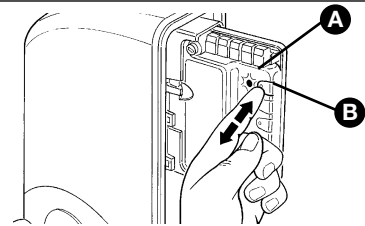

Figura 72
- 2 Presione el botón P1 (Figura 72) en la central una cantidad de veces equivalente al mando deseado, según la siguiente tabla:
1 Presione y mantenga apretado el botón P1 [B] (Figura 72) en la central.